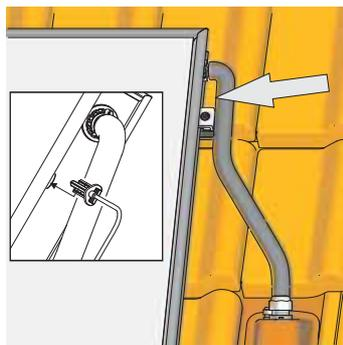

Figura 3-46 Fase di lavoro 2
2. Inserire la sonda di temperatura del collettore nel collettore piano fino a sentire lo scatto (vedere Figura 3-46). La sonda deve rimanere bloccata nella lamiera dell'assorbitore.